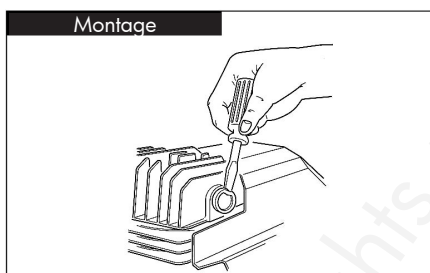

Fig. 4: De plug van de compressorkop verwijderen
2. Verwijder de plug uit de compressorkop en monteer het aanzuigfilter als dat nog niet is gebeurd (fig. 4).